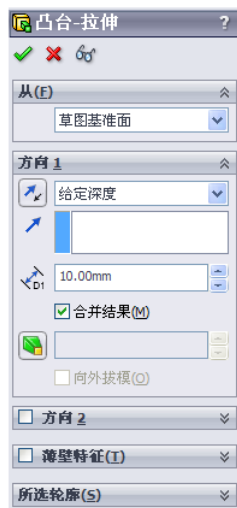
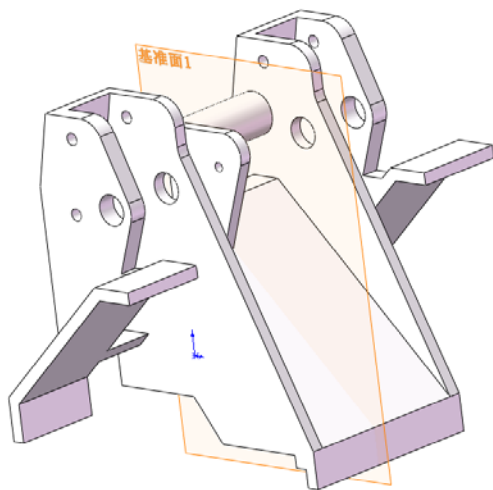

图 13-179 “凸台-拉伸”属性管理器
图 13-180 拉伸实体 8
(25) 拉伸实体 8。选择菜单栏中的“插入”→“凸台/基体”→“拉伸”命令，或者单击“特征”工具栏中的（拉伸凸台/基体）按钮，此时系统弹出如图 13-179 所示的“凸台-拉伸”属性管理器。设置拉伸终止条件为“给定深度”，输入拉伸距离为“10 mm”，然后单击（确定）按钮，结果如图 13-180 所示。